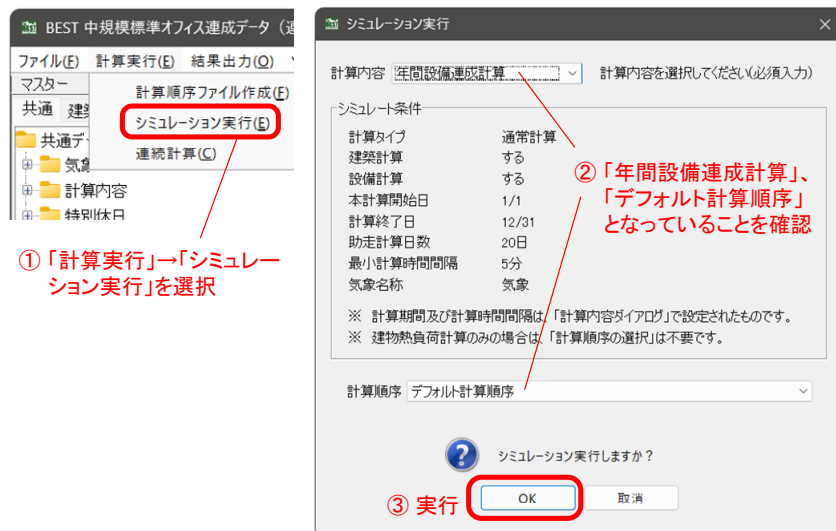

図 3-4 計算の実行
2.5.1 項と同様の手順により計算を実行する（図 3-4）。